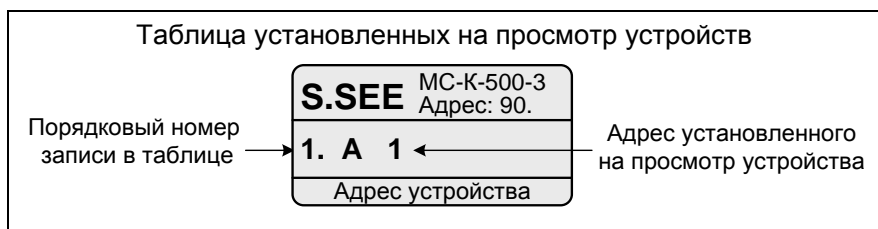

Рисунок 15
3.7.6.2 На табло в основном поле отображается (рисунок 15):